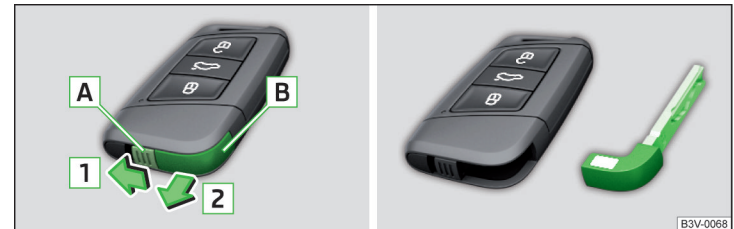

Abb. 50 KESSY-Schlüssel
- Die Rastnase **A** in Pfeilrichtung **1** entriegeln » Abb. 50.